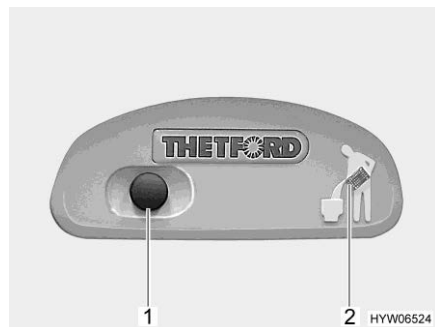

Bild 293 Spolknapp/kontrollampa
- För att spola, tryck på den blå spolknappen (Bild 293,1 resp. Bild 294,1).
- Kontrollampan (Bild 293,2 resp. Bild 294,2) lyser när latrintanken måste tömmas.